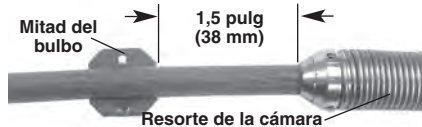

Figura 5 – Coloque el bulbo en la varilla de empuje
3. Coloque las mitades del bulbo alrededor de la varilla de empuje a 1,5 pulg (38mm) del extremo del resorte de la cámara (Figura 5). Introduzca y apriete firmemente los dos tornillos. La varilla de empuje de la cámara debe quedar bien sujeta por ambas mitades del bulbo. Es aceptable que quede un pequeño espacio entre las dos mitades, siempre que la varilla de empuje permanezca agarrada. No dañe la varilla.